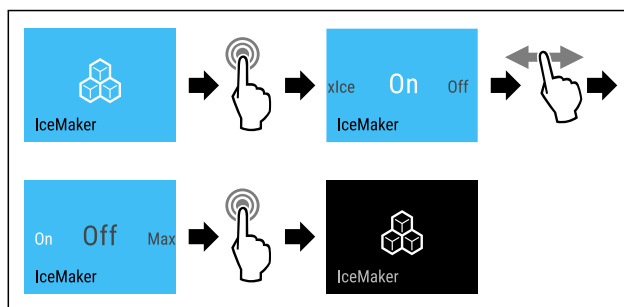

Fig. 20 Immagine a titolo di esempio con funzione attiva IceMaker
- ▶ Eseguire i passaggi (vedere Fig. 20).